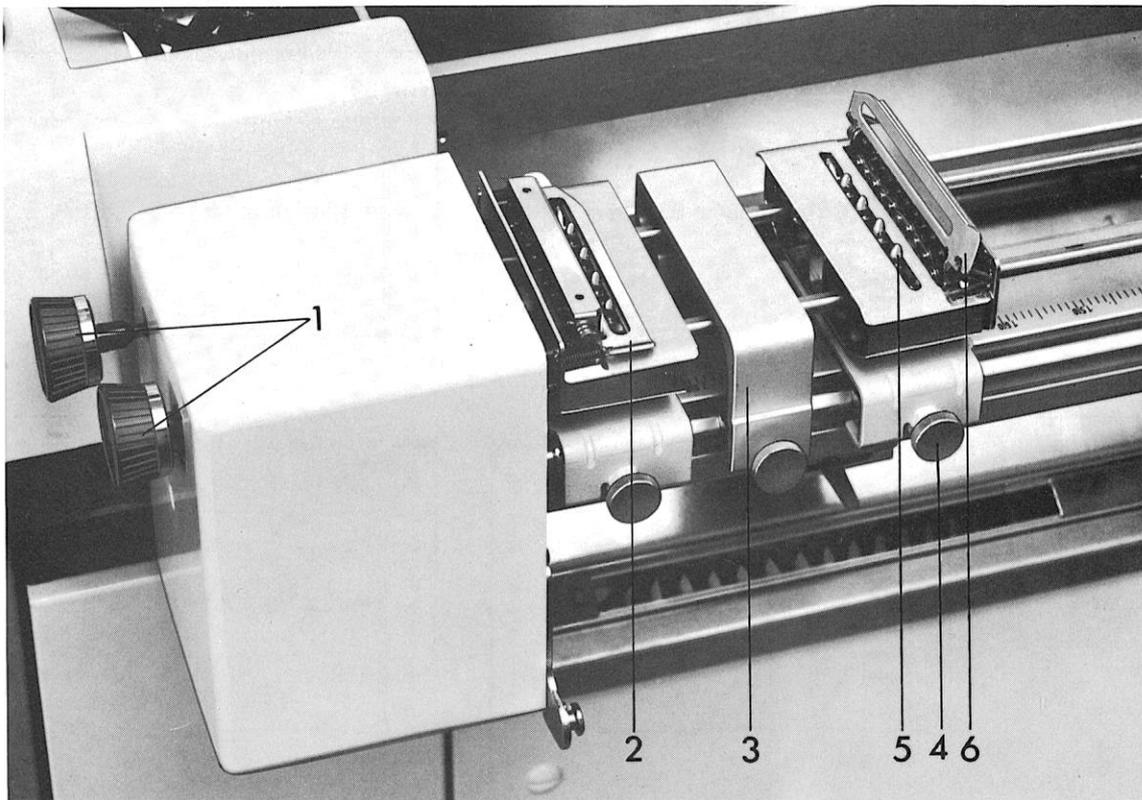

Abb. 10 Endlosformularführung, Ansicht von hinten
- Führungsklappen (Abb. 10) an den Traktoren aufklappen.
- Drehknopf (1) Abb. 10 axial bis zum Anschlag hineindrücken.
- Rändelknöpfe (4) Abb. 10 lösen und die Traktoren (5) Abb. 10 seitlich soweit verschieben, bis die Transportlöcher auf den Transportstacheln aufliegen.
- Papierableiter (3) Abb. 10 mittig zu den beiden Traktoren einrichten.